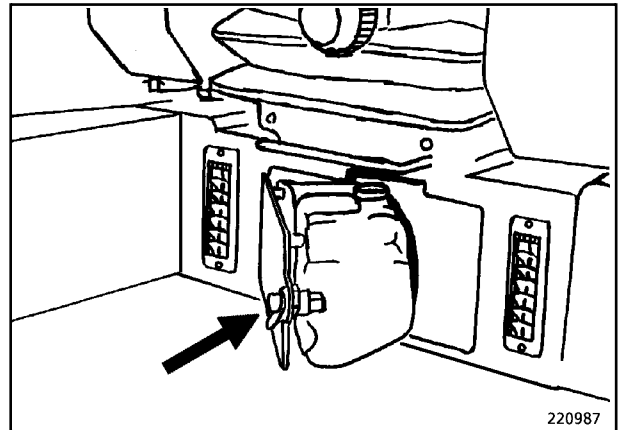

Fig. 1
- Oprimir el botón de enclavamiento (Fig. 1) y orientar a un lado el depósito de reserva de la consola del asiento.